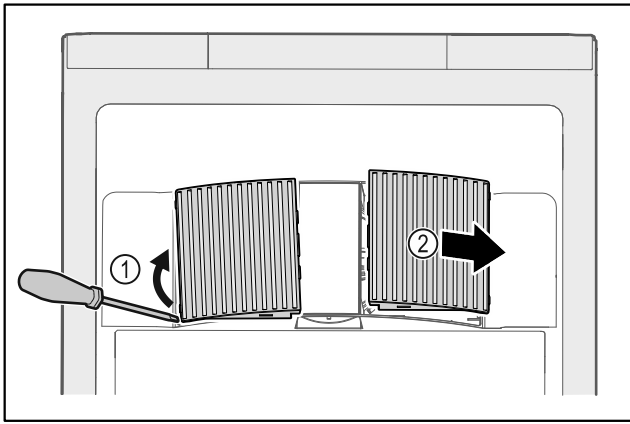

Fig. 152
- ▶ Кожух вентилятора обережно підважити зі сторони Fig. 152 (1) і витягнути рухом вперед Fig. 152 (2).